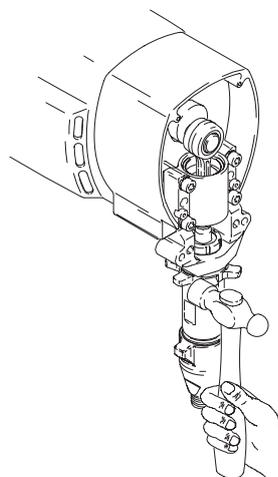

Fig. 22
4. Fig. 22. Afloje la contratuerca golpeándola firmemente con un martillo de 227 g (máximo). Desenrosque la bomba.